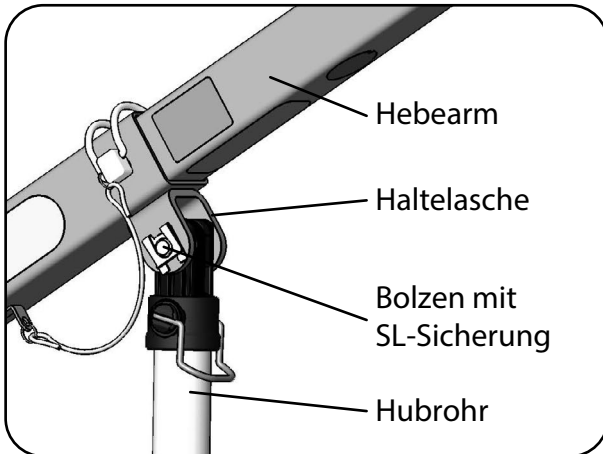

Abb.13.2.01 - Haltelasche an der Hebearmaufnahme
2. Entfernen Sie die SL-Sicherung und den Bolzen, der den Hubantrieb an der Haltelasche der Hebearmaufnahme befestigt (Abb.13.2.01). Schwenken Sie den Hubantrieb nach vorne und montieren den Bolzen mit der SL-Sicherung in der nun freien Haltelasche.